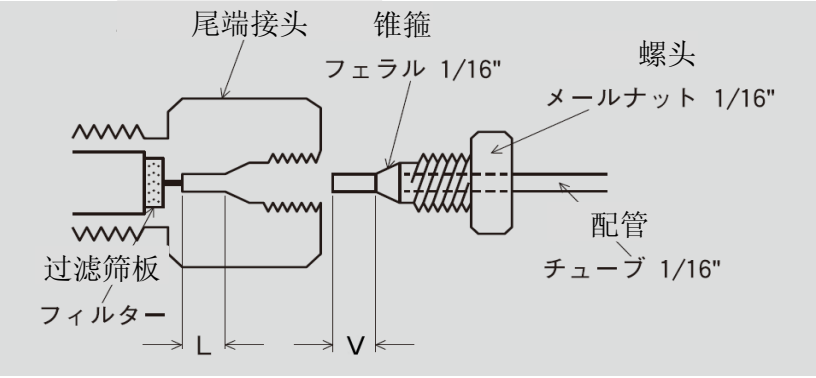

图 1 色谱柱的连接图
1. 色谱柱的接头使用了外径 1/16 英寸配管的螺头(MALE NUT)。请确保装置的配管接头正确连接，并且锥箍的顶端已插入接头内侧(参照图 1)。
1. 内径 6mm 以下的分析用色谱柱使用了如图 1 所示的过滤筛板埋入式尾端接头，因此无法
2. 请按照图 1 所示进行配管连接。若配管不匹配，特别是直接使用其他类型色谱柱所用配管时，锥箍前端的长度（图 1 中的 V）与尾端接头的长度（图 1 中的 L）经常会不同，因而引发故障。